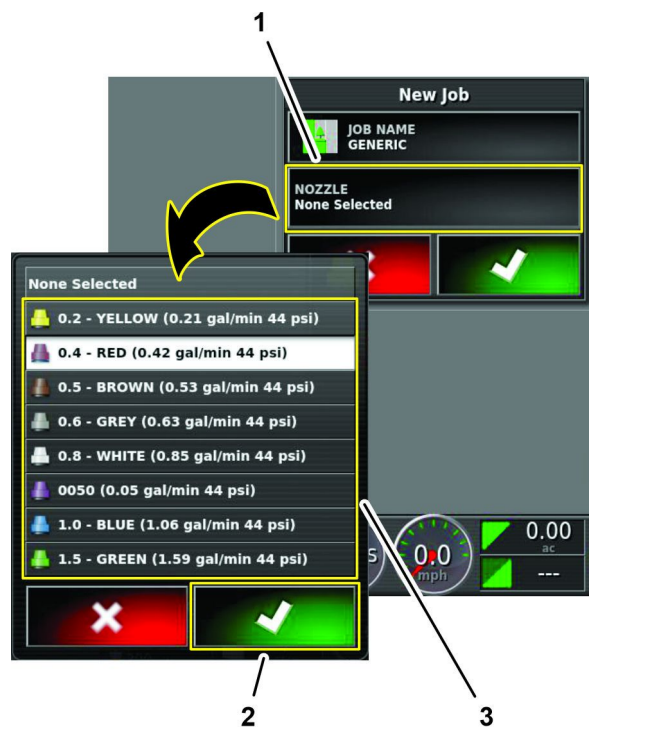

Figure 196
3. Dans la boîte de dialogue Nouveau tâche, appuyez sur l'icône BUSE (Figure 196).
4. Dans la liste de sélection des buses, appuyez sur une icône Buse, puis sur l'icône de confirmation (Figure 196).